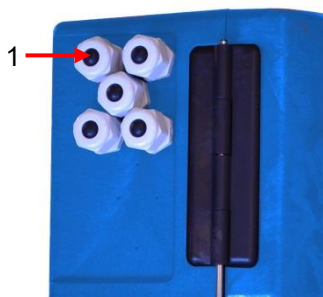

Figura 14
1. Retire los tapones ciegos de las correspondientes entradas de cables (véase la figura 14).